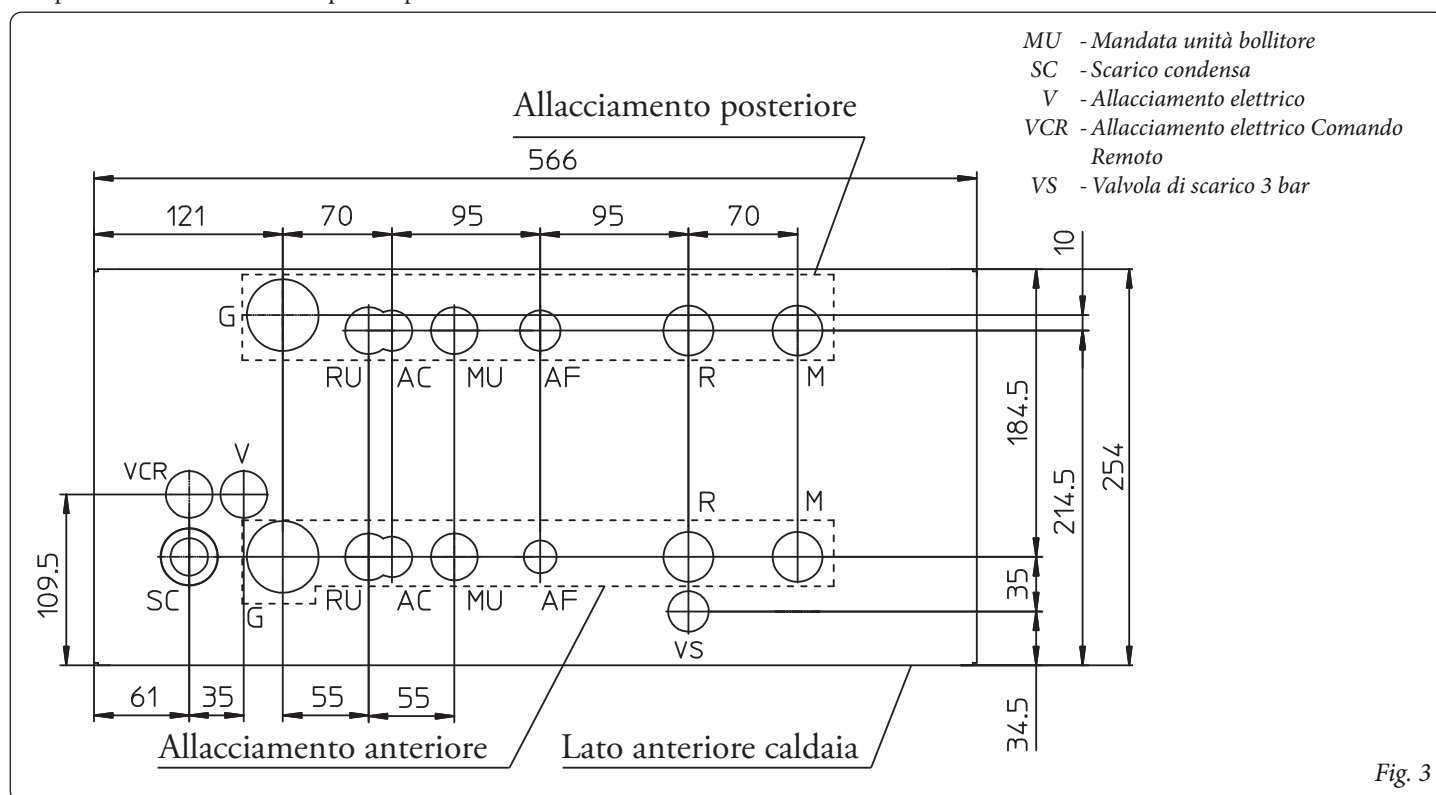

Fig. 3
**N.B.:** Il gruppo di allacciamento non è a corredo della caldaia, ma venduto separatamente (optional). Per facilitare l'installazione è possibile scegliere se operare l'allacciamento nella parte anteriore o posteriore della nicchia a seconda del tipo di caldaia (Fig. 3).